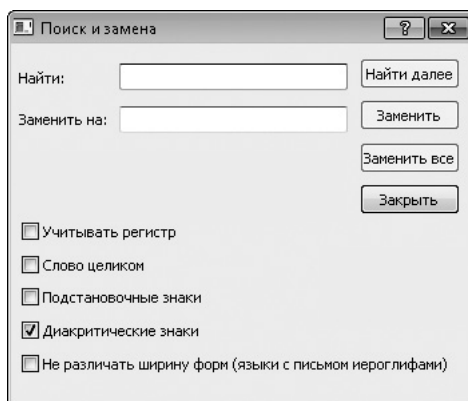

Рис. 4.30. Окно поиска и замены
- При нажатии кнопки **Поиск и замена** в группе **Сервис** появляется диалоговое окно **Поиск и замена** (рис. 4.30). С его помощью можно искать определенные строки текста и заменять их новыми.